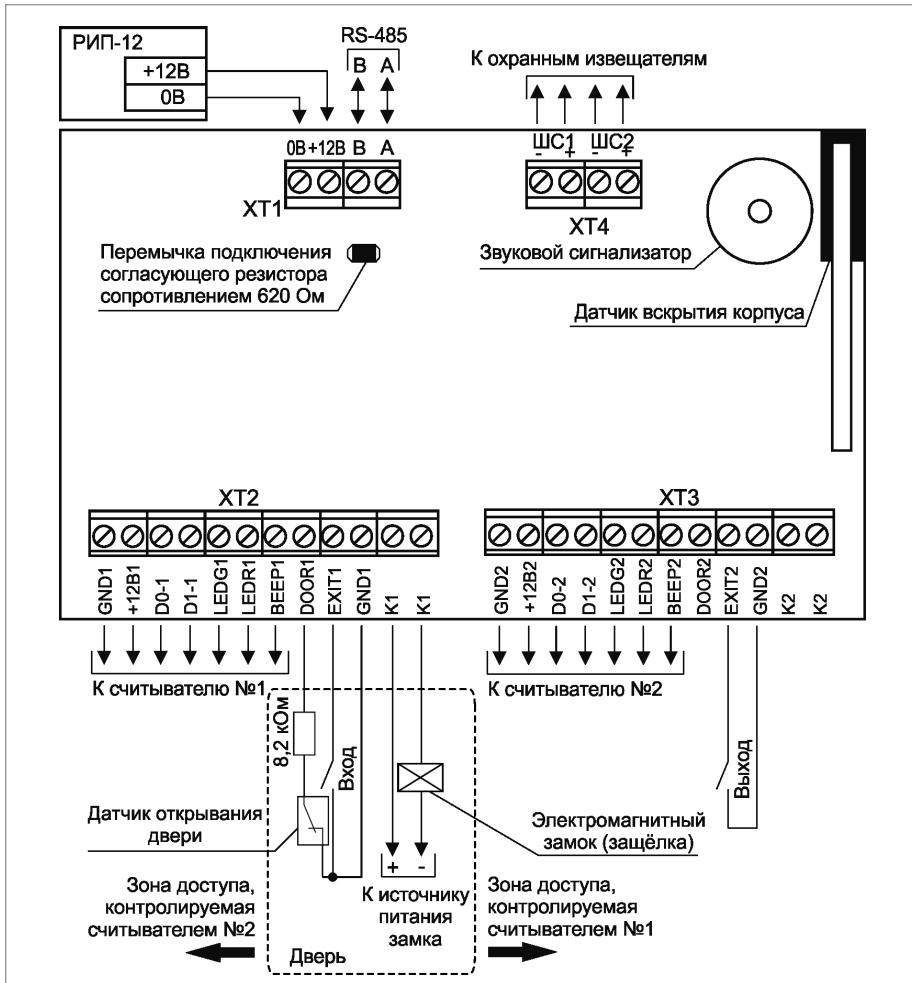

Рисунок 3. Схема подключения контроллера «C2000-2» в режиме «Одна дверь на вход/выход»
9. Подключение в режиме «Одна дверь на вход/выход» (рис. 3). Подключите цепи управления замком и датчик прохода к контактам контроллера, обозначение которых заканчивается цифрой 1.